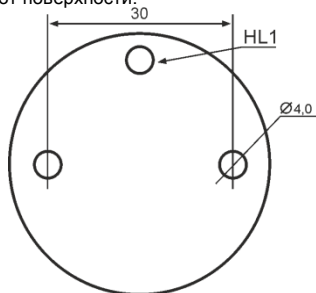

Рис.1 Установочные размеры УДС-ВТ
1. Разметить на монтажной поверхности точки для отверстий, используя установочные размеры (см. рисунок 1).